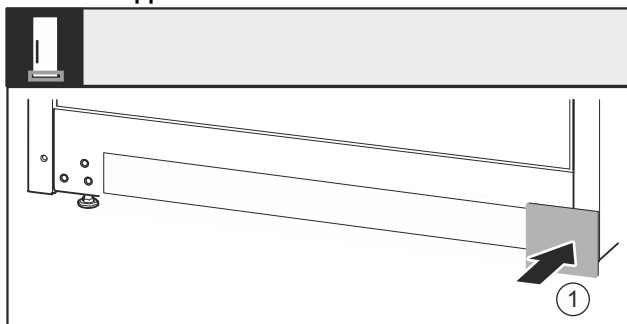

Fig. 39
- Remettre le cache Fig. 39 (1) en place de l'autre côté.